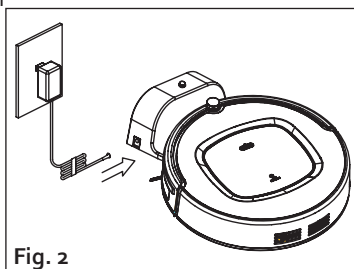

Fig. 2
3. Nehmen Sie den Adapter, stecken Sie den Stecker in die Steckdose und stecken Sie den Gleichstrom-Stecker in die Ladestation (Abb. 2).